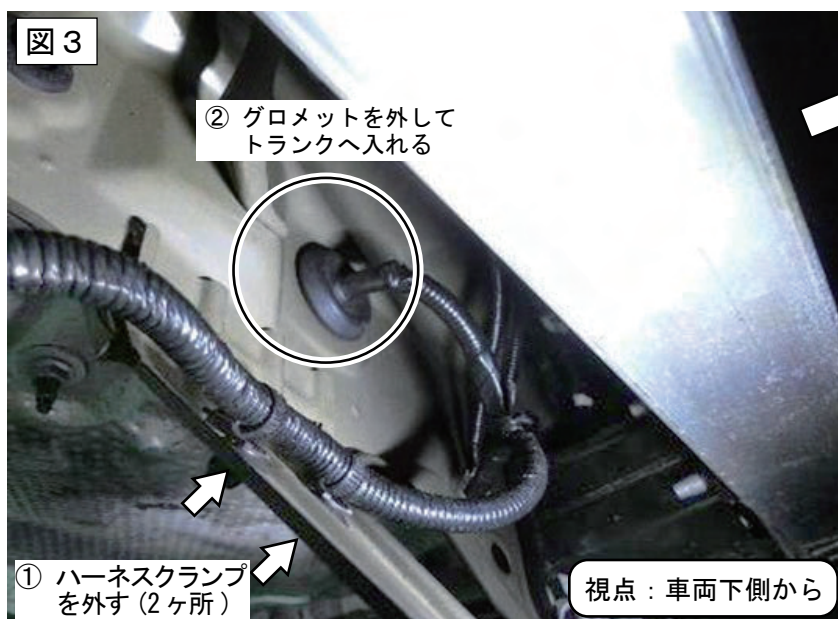

図 3
- (1) 車両下側、矢印部分のハーネスクランプ2ヶ所を外してから丸で囲ったグロメットを外し、トランク内に入れてください。(図3)